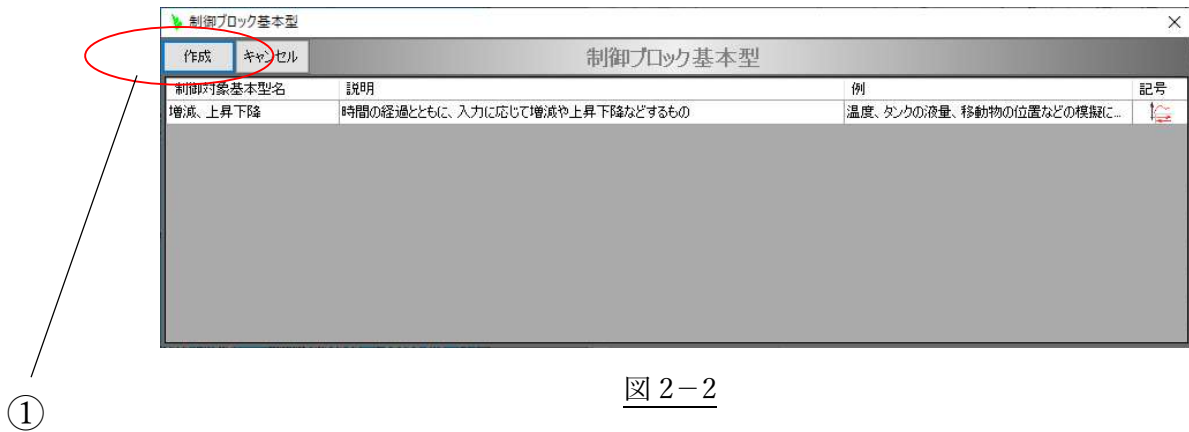

図 2-2
ここに、基本型がいくつか表示されていますので、ここ中から目的の基本型を選択し、[作成]ボタンをクリックします。または、目的の基本型をダブルクリックします。①(図 2-2)